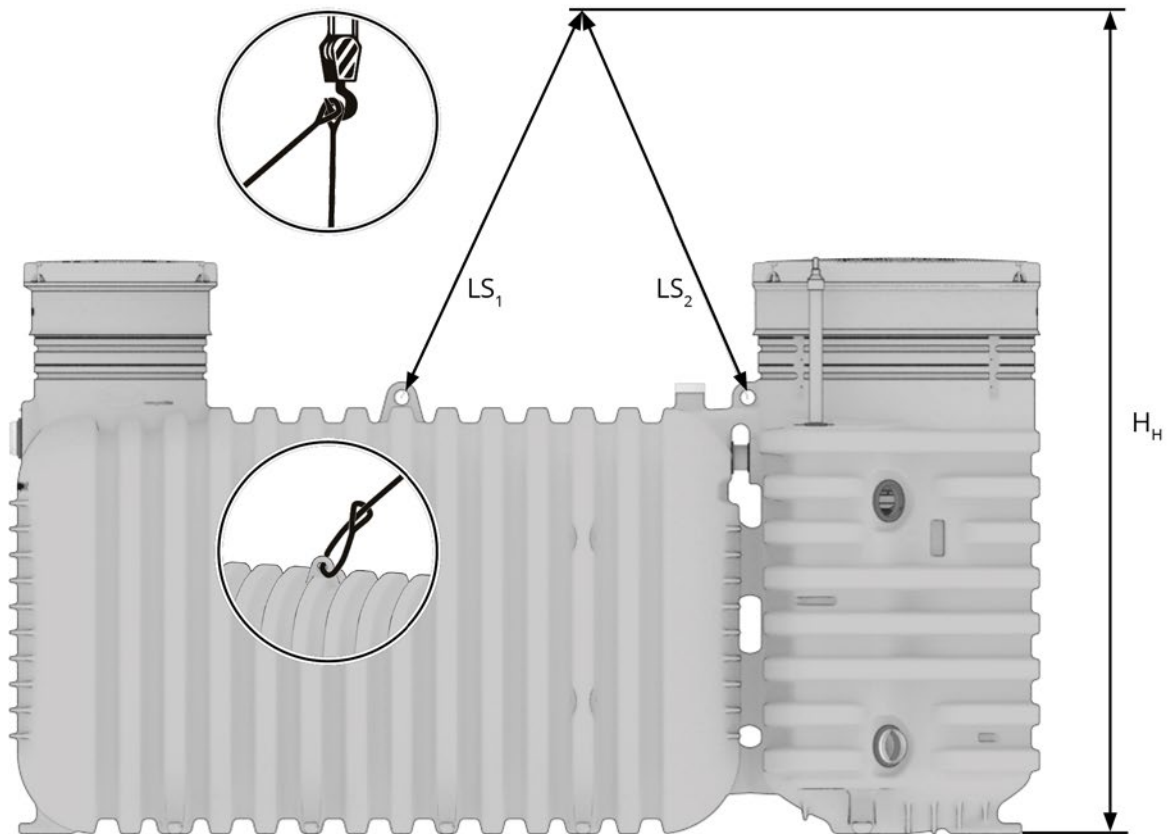

Fig. 1: Puntos de elevación y recogida de carga con grúa o excavadora
- Eleve el sistema únicamente con las dos eslingas de elevación de un solo uso premontadas, como se muestra en la *Fig. 1*.